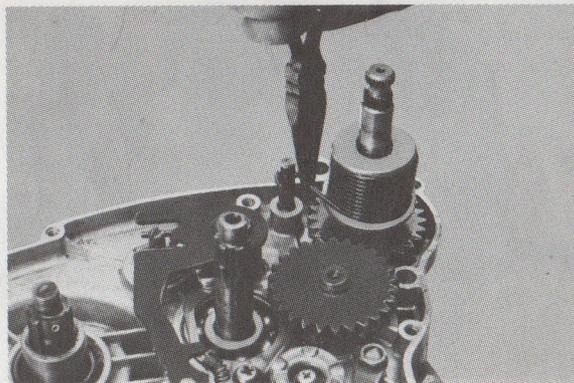

Fig. 2-80
2) Retirez l'ensemble de kick comme illustré à la Fig. 2-80.
2) Demonteer de kickstarterconstructie als aangegeven in Fig. 2-80.